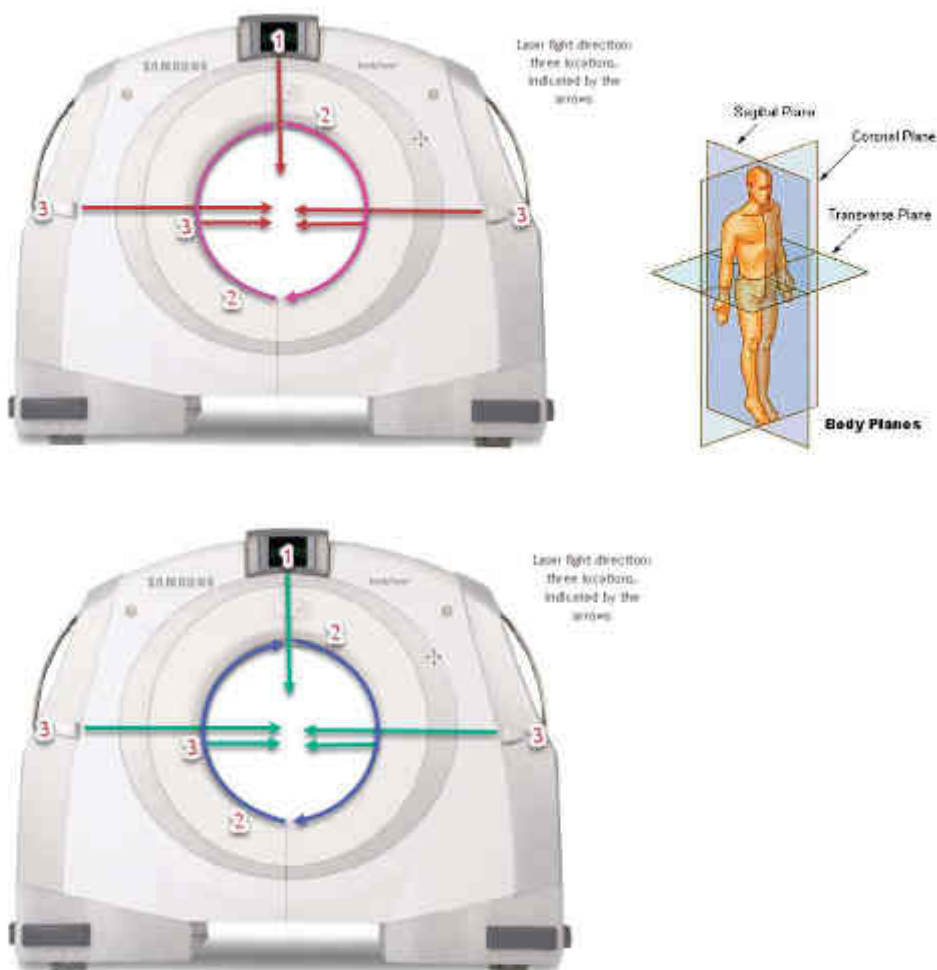

Figura 5: Direção da abertura do laser
Quatro lasers são usados com o sistema BodyTom Elite, como indicado na figura abaixo. Na Figura 5, 1 laser (coronal) na posição **1**, 1 laser (sagital) na posição **2** e 1 laser externo e 1 laser interno (transversal ou axial) na posição **3**. O laser **2** é montado internamente (fixado) no conjunto do disco, que gira dentro do espaço interno do sistema. Portanto, a luz de saída do laser estará sempre direcionada e girando dentro do espaço interno.
- Lasers **1** e **3** (consulte a Figura 5 na página 61)
- Laser **2** (consulte a Figura 5)